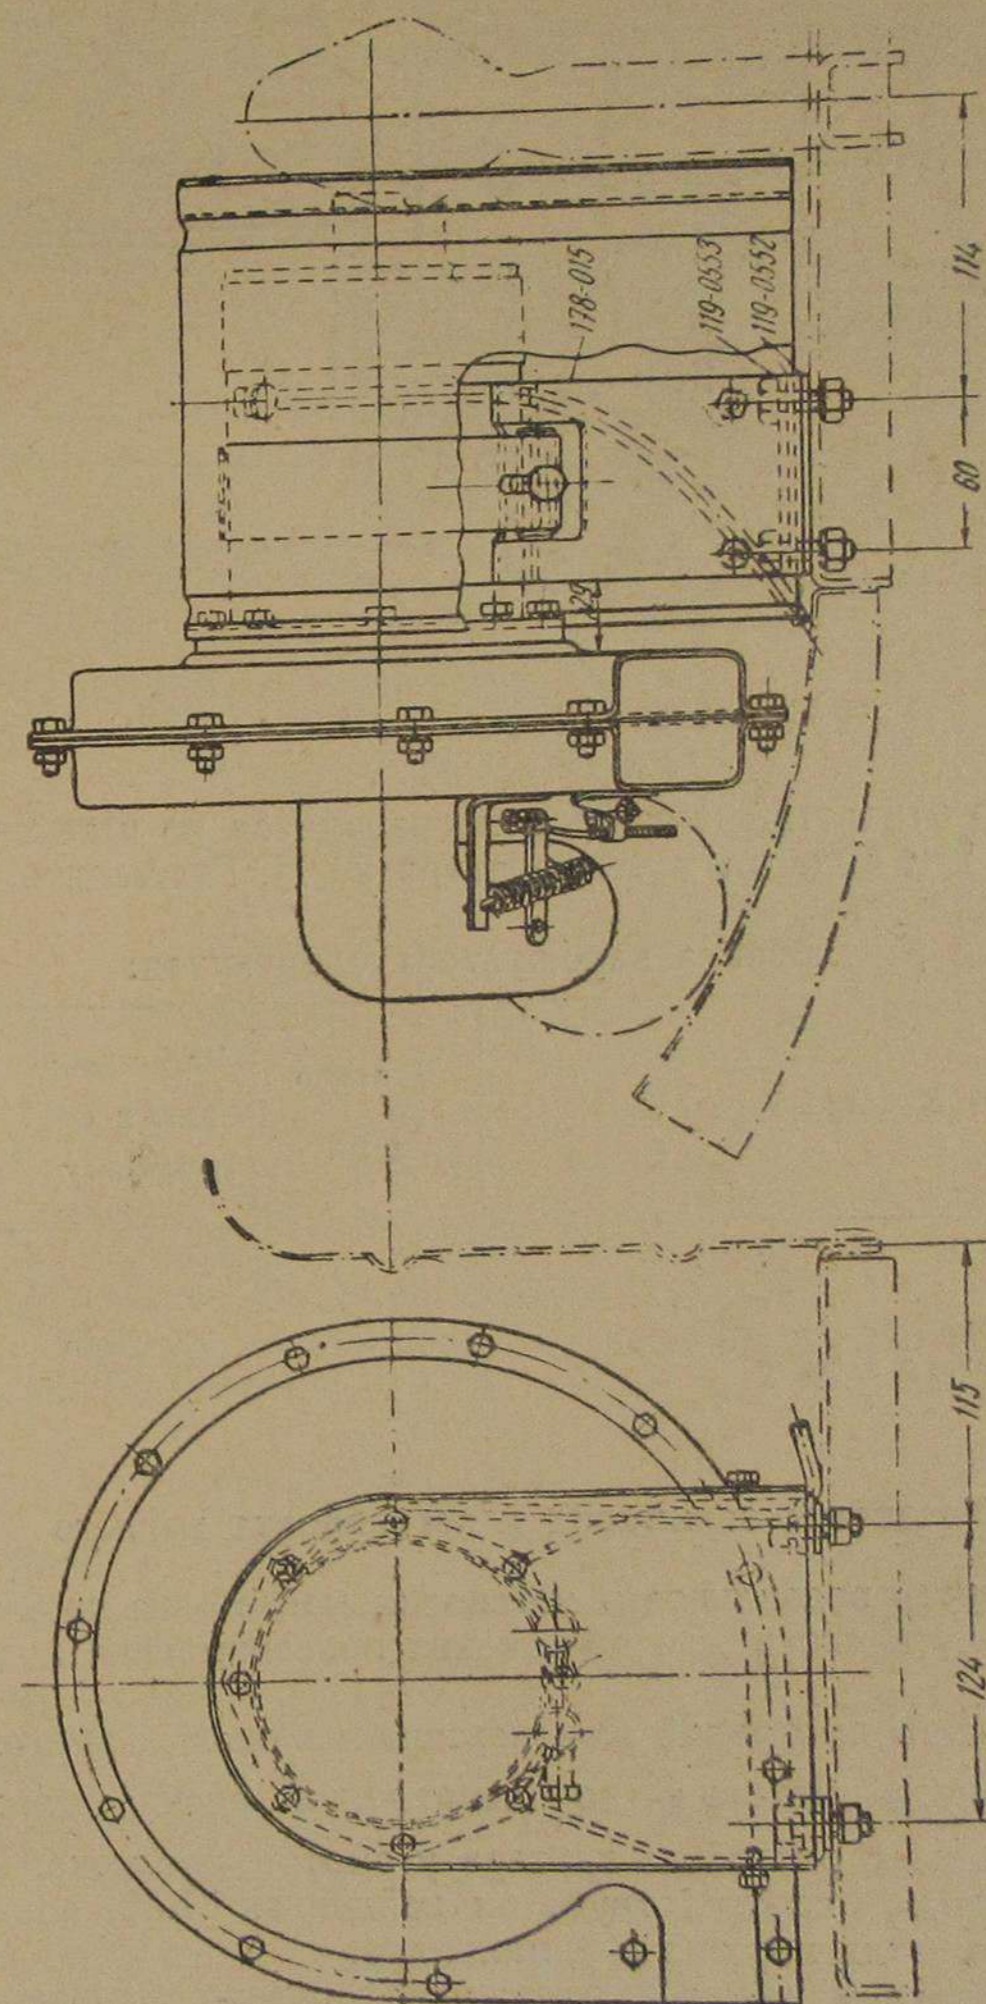

Рис. 37. Общий вид установки вентилятора ЗИС-21
3) установить вентилятор в сборе на кронштейн 178-015 и укрепить стяжным хомутом (рис. 37);